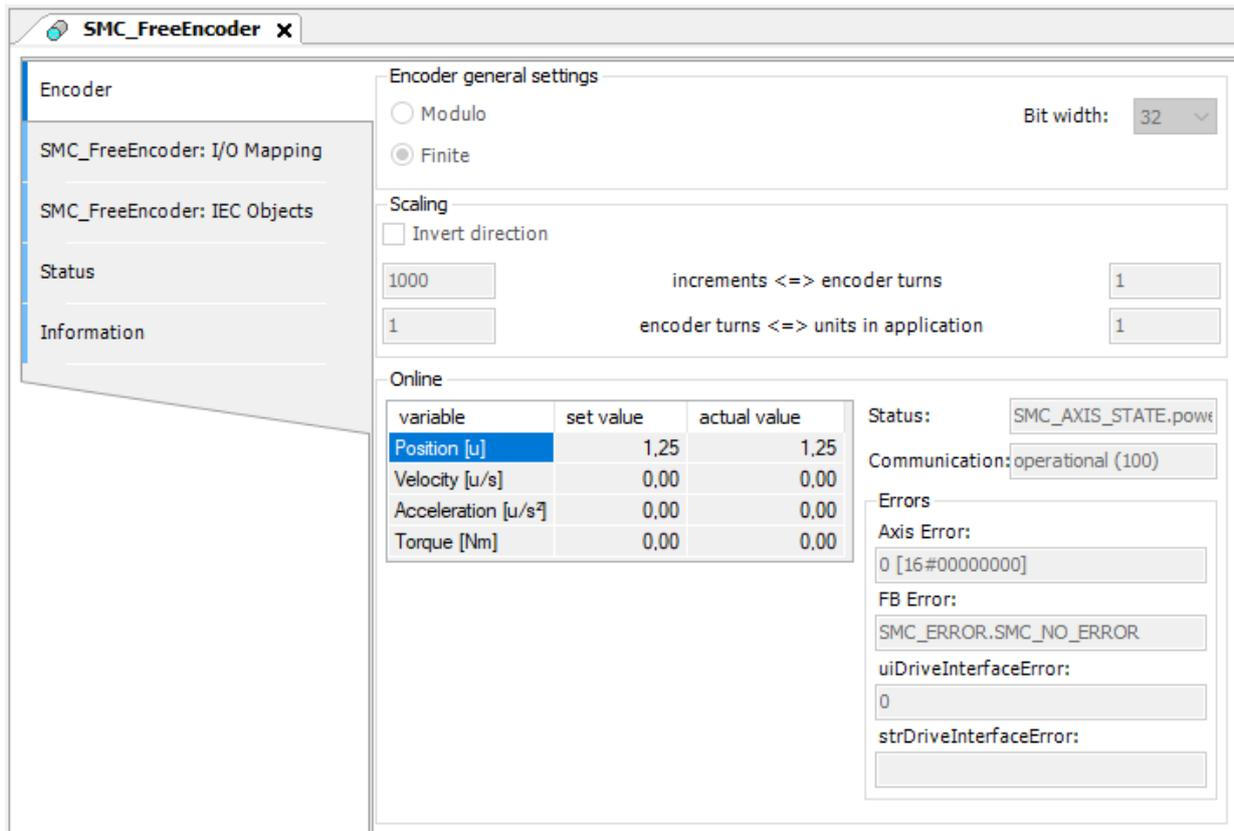

Figura 5.12: Monitoreando encoder.
- Abra las configuraciones del **SMC_FreeEncoder** en la pestaña **Encoder**, como es presentado en la Figura 5.12.